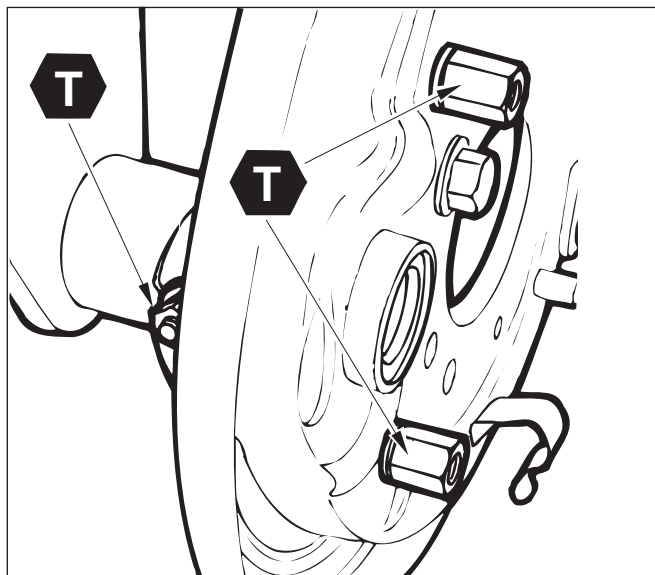

Figure 50 – Matériel de fixation du support du récepteur
3. Appliquer le support sur le porte-segments, puis poser les rondelles freins et les écrous verrous (ou standard) sur les boulons. Cf. *Figure 50.*